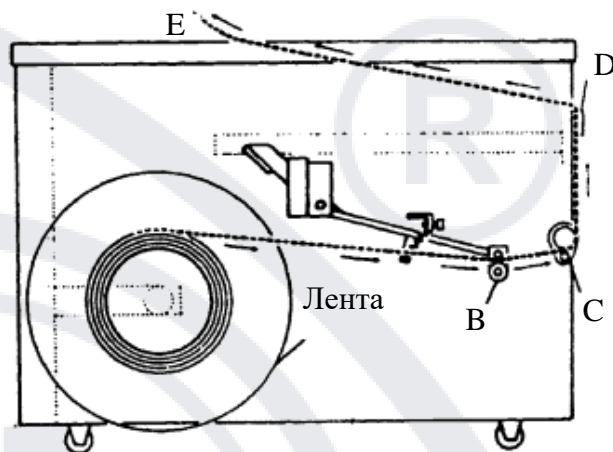

Рис. 11
**Заправка ленты в машину:** Как показано на Рис. 11, действуйте следующим образом:
4. Поместите катушку ленты на левый фланец, чтобы вал протолкнулся через пластиковую пленку. Для правильной работы фрикционного тормоза поступление ленты должно производиться сверху катушки, как показано на Рис. 11.
Процедура заправки включает в себя прокладку ленты от фланца и вверх через механизм обвязки. Как указано на Рис. 11 действуйте следующим образом: